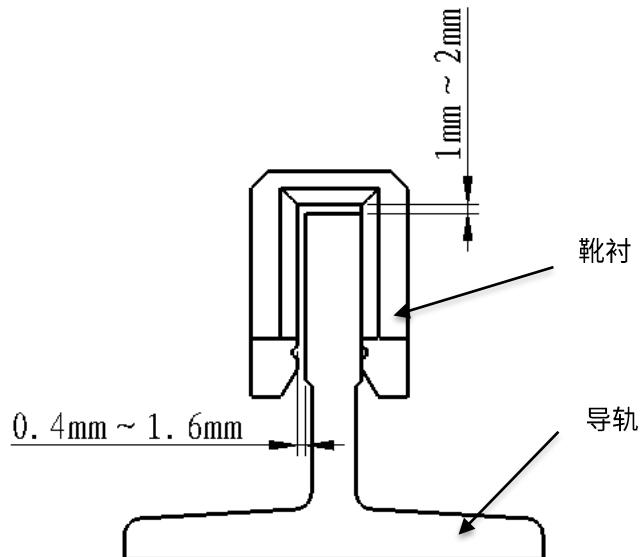

图 1
- a. 当靴衬两侧面中的一个侧面与导轨贴合时，靴衬的另一侧面与导轨间隙要求为 0.4mm～1.6mm，见图 1。
- b. 导靴靴衬正面与一侧导轨正面贴合时，另外一侧的滑动导靴靴衬正面与导轨正面间的间隙要求为 1mm～2mm，见图 1。